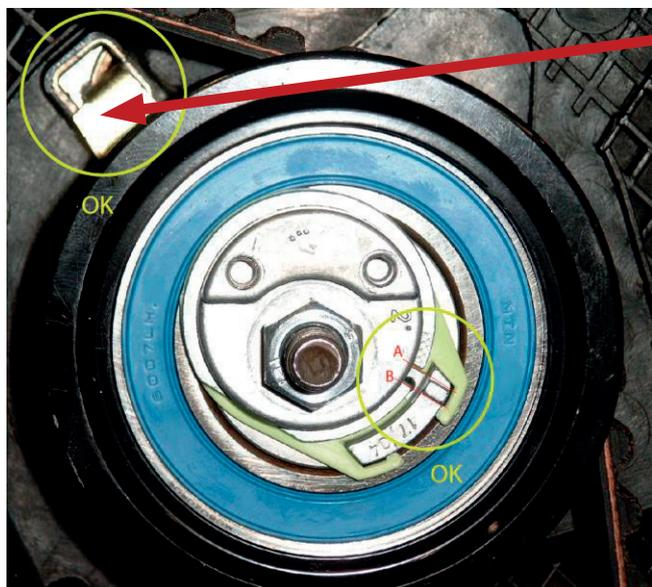

FIG. 3
4. Installer le nouveau tendeur (écrou serré à la main). La patte repère doit être bien insérée dans l'encoche (Fig. 3). Contre le côté droit de l'encoche. Installer les nouveaux enrouleurs.